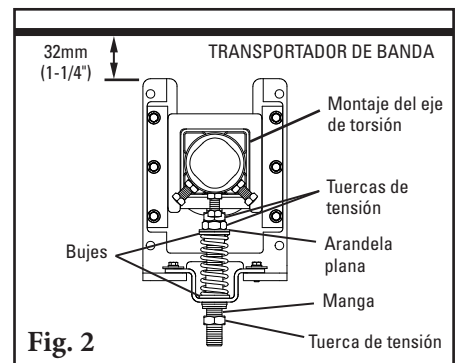

Fig. 2
2. **Instale el eje.** Deslice el eje en un montaje del eje de torsión tanto como sea necesario y ubique el otro extremo en el montaje opuesto (Fig. 2). Si no hay suficiente espacio, quite uno de los montajes del eje de torsión de la base de montaje, deslice el eje a través de la base de montaje y vuelva a ensamblar (Fig. 2a).
- 5. Reemplace la manga.** Coloque la manga sobre la barra de ajuste y gírela hasta que llegue a la mitad del buje. Reemplace la tuerca de tensión inferior y apriete hasta que bloquee la manga en su lugar (Fig. 2).
2. **Instale el eje.** Deslice el eje en un montaje del eje de torsión tanto como sea necesario y ubique el otro extremo en el montaje opuesto (Fig. 2). Si no hay suficiente espacio, quite una de las bases de montaje, deslice el eje a través del montaje del eje de torsión y vuelva a montar la base.
2. **Desensamble la bolsa de aire y la placa de montaje superior.** Quite y guarde la tuerca del buje. Quite y deseche la placa de montaje superior. Quite (desatornille) y guarde la bolsa de aire, el accesorio roscado y la placa de soporte (Fig. 2).